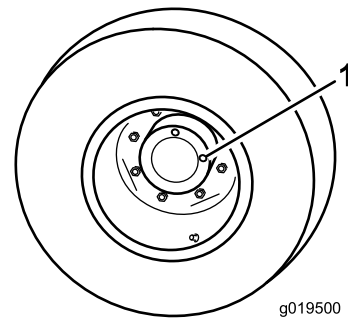

Figura 81
1. Con la máquina en una superficie nivelada, coloque la rueda con un tapón de verificación en la posición de las 12 y el otro en la posición de las 3 (Figura 81).
1. Tapón de verificación/drenaje (2)
2. Retire el tapón de la posición de las 3 (Figura 81).